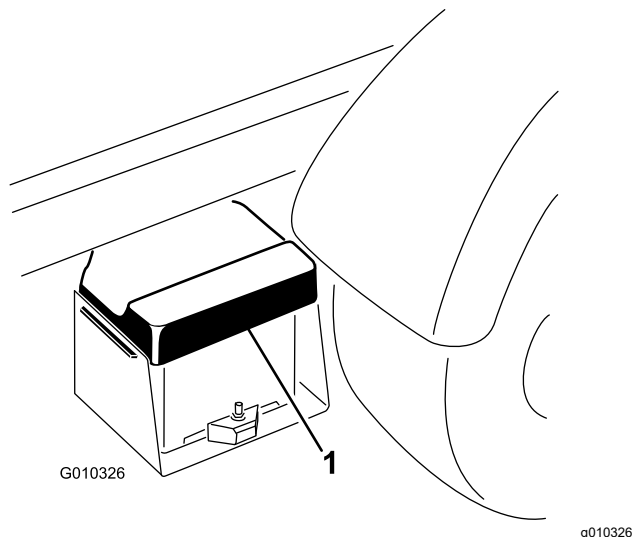

Рисунок 3
- A. Надавите на крышку аккумуляторной батареи, чтобы высвободить лапки крепления из корпуса аккумуляторной батареи (Рисунок 3).
- B. Снимите крышку с основания аккумулятора (Рисунок 3).